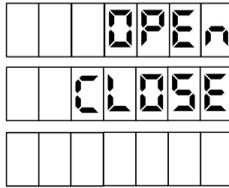

Рисунок 25
Пункт 2 (управление сменой) позволяет управлять состоянием смены – параметр "Состояние смены" (628). После входа на табло в верхней строке показано текущее состояние смены (рисунок 25). Возможные значения: